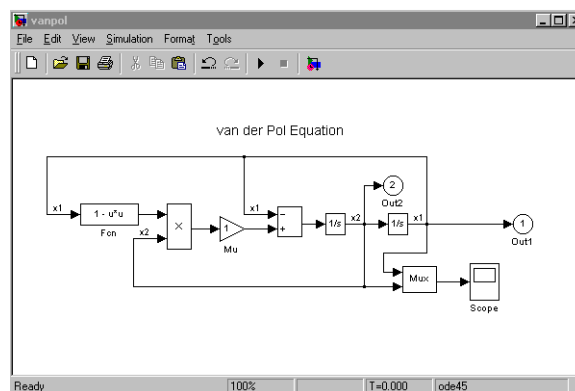

Abbildung 6.9: Modell der van-der-Pol-Differentialgleichung
- Erstellen Sie ein Modell (vgl. Abb. 6.9) der nichtlinearen van-der-Pol¹-Differentialgleichung